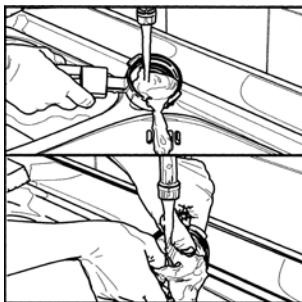

図17
- ・(図17) - フィルターホルダーを洗浄するために次の作業をしてください。：